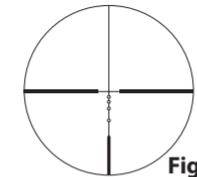
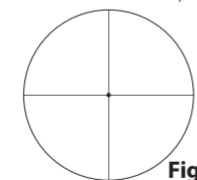
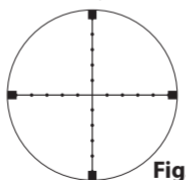

Fig. 3-4
Fig. 3-6
Fig. 3-7
(2) Enfoque
- ① Mire a través del ocular colocando el ojo a unos 10 cm (4 pulg.) de distancia del ocular para ver la retícula BDC (Fig. 3-4), la retícula Dúplex (Fig. 3-5), la retícula Fine Crosshair con punto (Fig. 3-6), o la retícula Mildot (estándar MIL) (Fig. 3-7). Asegúrese de colocar el ojo con la alineación y distancia entre el ojo y el ocular correctos; de lo contrario, "no verá nada".
- ② Apunte el extremo de la mira telescópica al cielo (NO apunte al sol) o a una pared lisa y sin dibujos.
- ③ Gire el ajuste del ocular en sentido contrario a las agujas del reloj y, a continuación, gírelo en el sentido de las agujas del reloj hasta que la retícula aparezca nítida.
(3) Ampliación